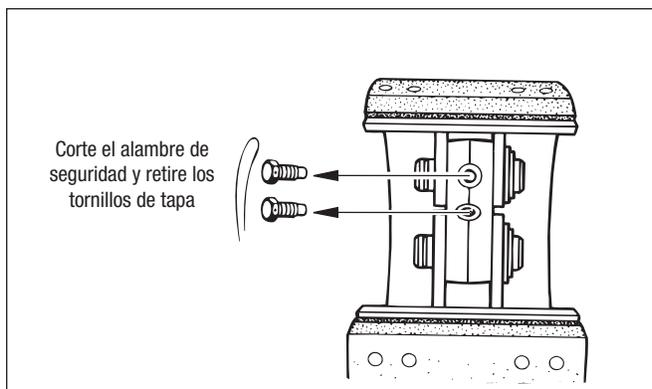

Figura 20 – Desmontaje de tornillo de tapa
2. Para poder extraer los pasadores de anclaje, corte el alambre de seguridad y retire los tornillos de tapa de la araña. Consulte la figura 20.